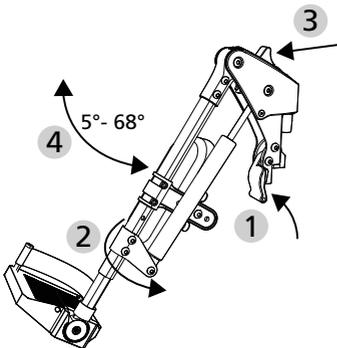

Abb.41
Zum Einhängen der Beinstütze siehe Kapitel 3.3. Zum Abschwanken der Beinstütze betätigen Sie den Verriegelungshebel nach vorne und schwenken dabei die Beinstütze seitlich ab (1/2, Abb. 41).
1. Drücken Sie den Auslösehebel der Gasdruckfeder nach vorne (3/4, Abb. 41). Dabei verringert sich der Kniewinkel von 68° bis 5° solange der Auslösehebel gehalten wird.
- Zur Vergrößerung des Kniewinkels drücken Sie den Auslösehebel nach vorne und drücken zeitgleich die Beinstütze nach unten (3/4, Abb. 41).